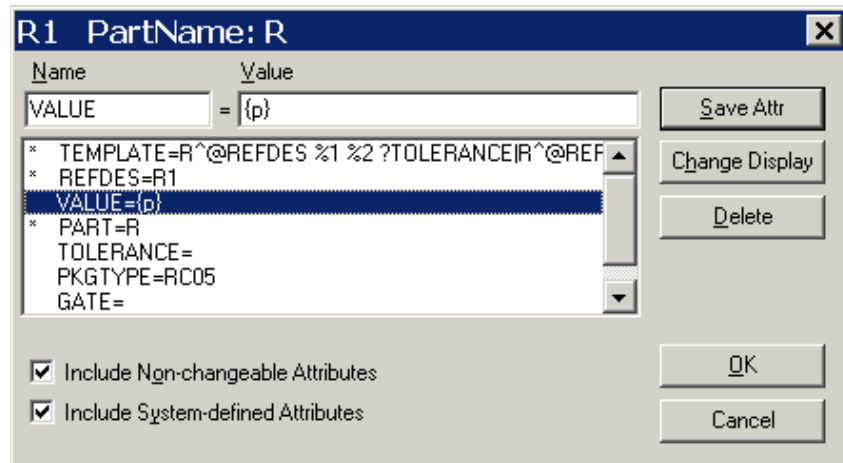
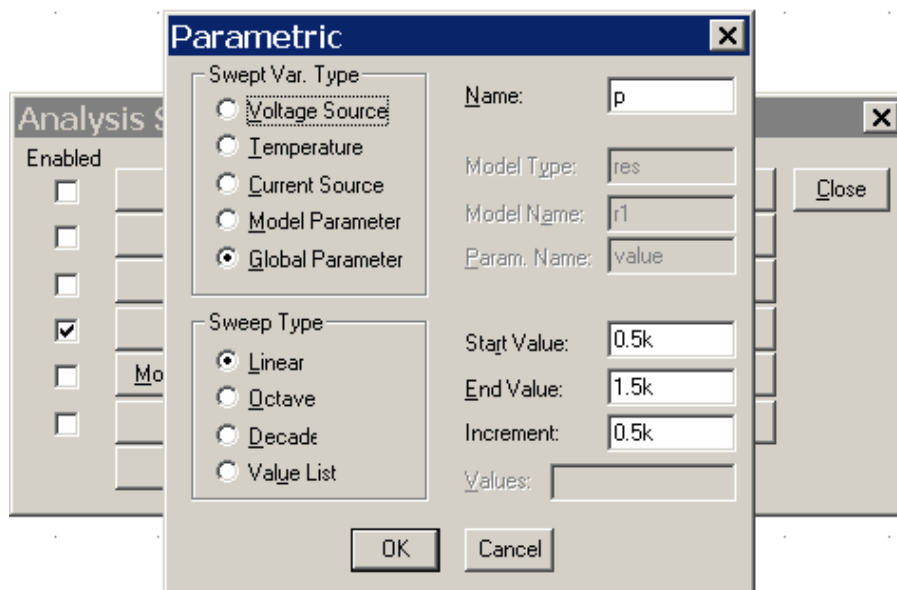

Рисунок 5.7 – Установление связи резистора R1 с глобальным параметром
Рисунок 5.8 – Настройка глобального параметра
**5.4.4** Номинал резистора R1 связать с глобальным параметром (**рис. 5.7**). Вызвать окно настройки (**рис. 5.8**), задать диапазон (**Start Value**, **End Value**) и шаг изменения (**Increment**) параметра.